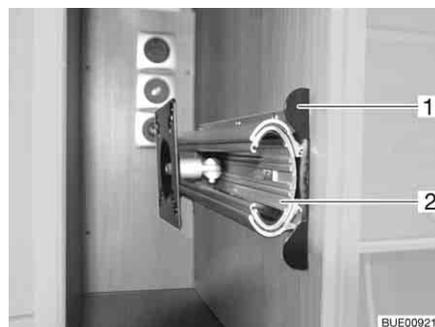

Fig. 53 Soporte en el armario de TV
- Hundir el listón de desbloqueo (Fig. 53,1).
- Extraer el dispositivo de extracción (Fig. 53,2) hasta el tope.
- Introducir el dispositivo de extracción (Fig. 53,2) hasta que engatille el listón de desbloqueo (Fig. 53,1).